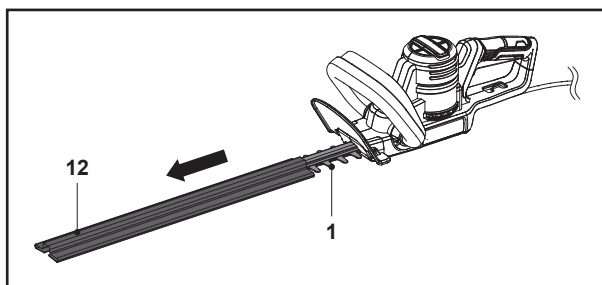

Fig. 1
1. Retire la cubierta de la hoja (12) del dispositivo de corte (hoja) (1) antes de utilizar el cortasetos (Fig. 1).
2. Guarde la cubierta de la hoja (12) de forma segura.